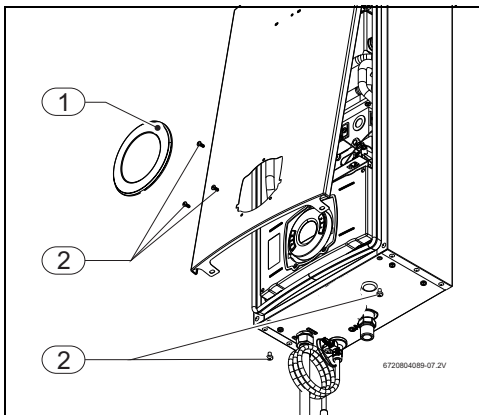

Fig. 21 Retirar revestimiento
- ▶ Tirar el diafragma (fig 21, [1]) ligeramente hacia adelante para retirarlo del aparato.
- ▶ Retirar los 5 tornillos de seguridad del revestimiento (fig. 21, [2]).